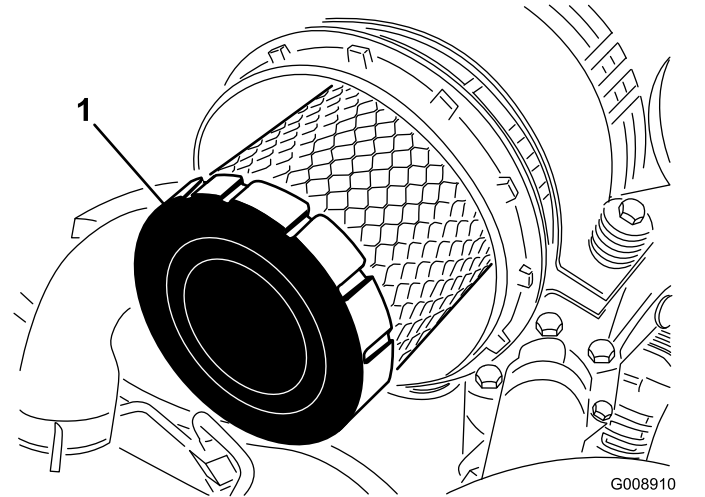

Figura 62
4. Togliete il filtro primario e sostituitelo (Figura 62).